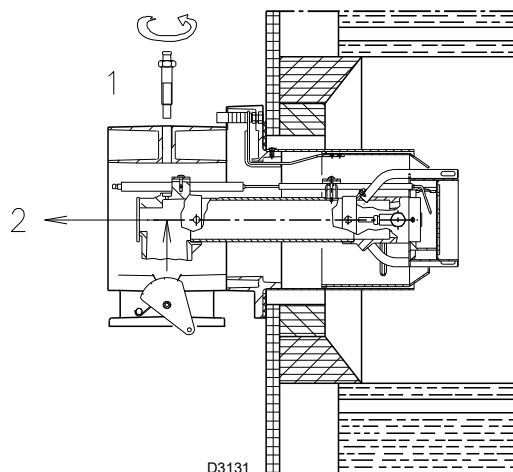

Рис. 19
- Викрутіть гвинт 1)(Рис. 19) і витягніть внутрішню частину 2);
Аби полегшити регулювання, послабте гвинт 1) (Рис. 19 на сторінці 22), відрегулюйте, а потім заблокуйте.